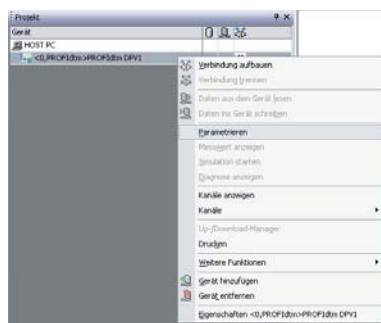

Bild 5.5: Aufruf des Profibus-Kontextmenüs
2. Wählen Sie im Kontextmenü **Parametrieren** (siehe Bild 5.5 auf Seite 40).
5. Wählen Sie im Kontextmenü **Weitere Funktionen** (siehe Bild 5.5 auf Seite 40).